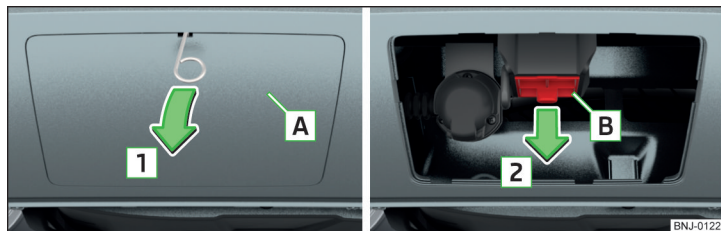

Fig. 246 Retirar la tapa: en el parachoques trasero / para la cavidad de alojamiento
- Retire la caperuza para la ranura de toma **A** en la dirección de la flecha **1** » fig. 246 con ayuda del estribo correspondiente a la herramienta a bordo para retirar los tapacubos.
- Coloque la caperuza **B** » fig. 246 de la pág. 203 en sentido contrario de la flecha **2**.
- Coloque la caperuza protectora **A** » fig. 246 de la pág. 203 por los "ganchitos" situados en el área inferior del parachoques.